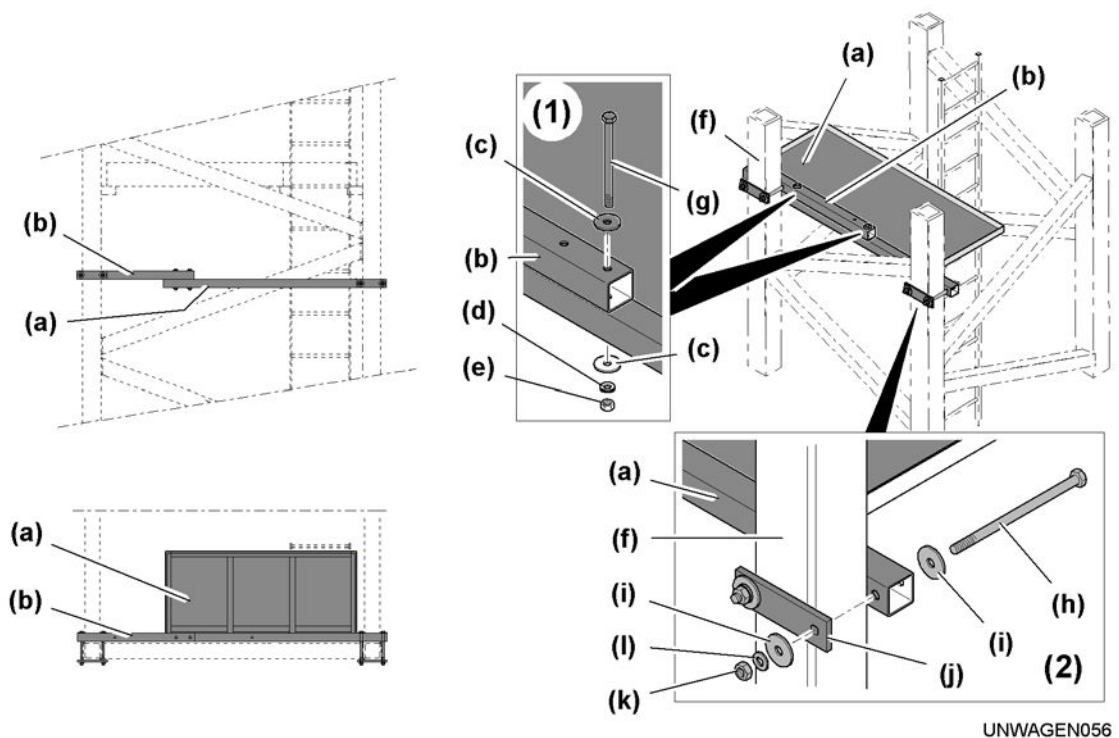

Fig. 6-40 Zusatzpodest für den stationären Standard-Unterkarriage montieren
- ▶ Die verschraubten und verbolzten Teile des Zusatzpodestes sichern (siehe: Fig. 6-40).